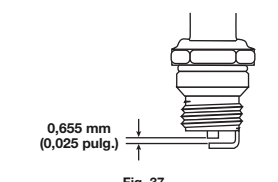

Fig. 37
1. Apague el motor y espere que se enfríe. Utilizando un destornillador de cabeza plana o Torx T-25, quite los dos (2) tornillos en la parte posterior de la cubierta del motor y el que se encuentra en la parte delantera de la cubierta del motor (Fig. 37).
4. Cambie las bujías que estén rajadas, sucias o deterioradas. Fije la separación de aire a 0,635 mm (0,025 pulgadas) utilizando un calibrador (Fig. 37).